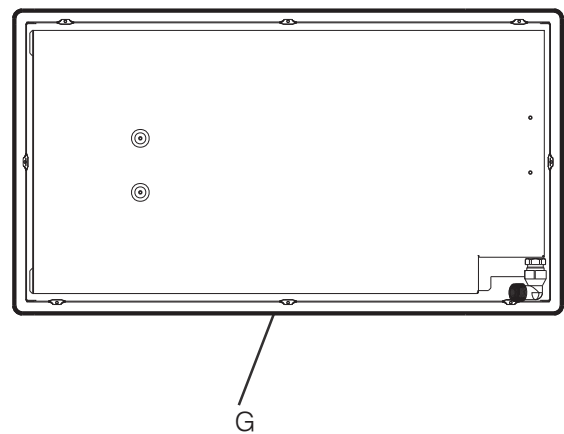

Afb. 2
1- Inbouwkookplaten (Klasse 3) die op één lijn staan met het meubel (zie afbeelding 2 onderdeel H1); in dit geval is het voor de installatie noodzakelijk een opening te maken in het keukenblad die groot is als de omtrek van de kookplaat, min 2 cm voor elke zijde, zodat de plaat 1 cm op het keukenblad rust. Om een plaat op een dergelijke manier in te bouwen is het bovendien nodig een extra verlaging te
- 2- Inbouwkookplaten (Klasse 3) met rand van minder dan 58 mm (zie afbeelding 2 onderdeel H2)(Afb. 3c). Voor wat betreft de installatie moet op het eventuele keukenblad onder de kookplaat een opening worden gemaakt die groot genoeg is om het onderste gedeelte van de kookplaat te kunnen bevatten. Zorg ervoor dat tussen de kookplaat en het houten keukenblad minstens 1 cm overblijft rond de hele omtrek (de onderzijde van de houder kan er ook mee in contact zijn). Voor de bevestiging van de apparaten ziet u de instructies op punt 1 of eventueel het extra instructieblad in geval van speciale toepassingen.
- 3- Kookplaten (opbouw) (Klasse 1) met rand van meer dan 58 mm (zie afbeelding 2 onderdeel H3). In dit geval moet de onderste houder van het blad niet breder zijn dan de rand zelf; ook in het geval de kookplaat op een keukenblad wordt bevestigd zal het slechts noodzakelijk zijn eventuele openingen te maken voor de doorgang van de gastoevoerbuizen en de elektrische kabel.